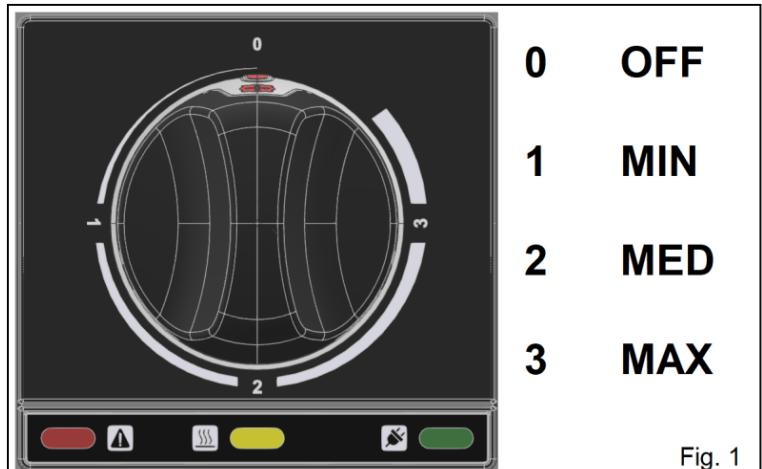

Fig. 1
- Tournez le bouton de la fig.1 dans la position souhaitée, le voyant vert s'allumera et le remplissage automatique du bac commencera ;
À la fin du processus de cuisson, tournez le bouton de la figure 1 à la position 0, attendez au moins cinq minutes avant de procéder à l'évacuation de l'eau en plaçant le levier en position ouverte et en fin faire le nettoyage.
Tournez le bouton de la fig. 1 dans la position souhaitée et attendez que la solution d'eau et de vinaigre bout.